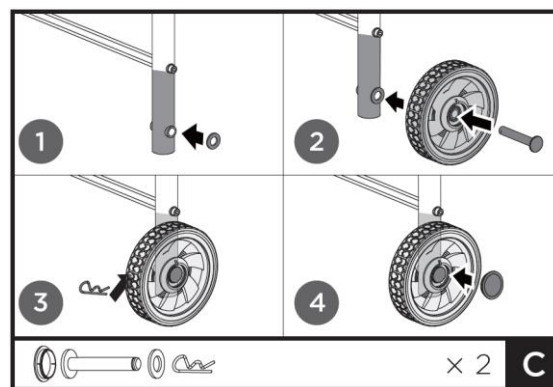

Fig. 4c
4. Fixez les roues (h) sur les tubes de raccordement du pied arrière (j), en vous assurant que le côté avec deux fentes est tourné vers l'extérieur. Alignez les trous de montage et fixez les roues avec des boulons, des rondelles et des goupilles en R (C). Enfin, fixez les capuchons aux roues. Voir la Fig. 4c.